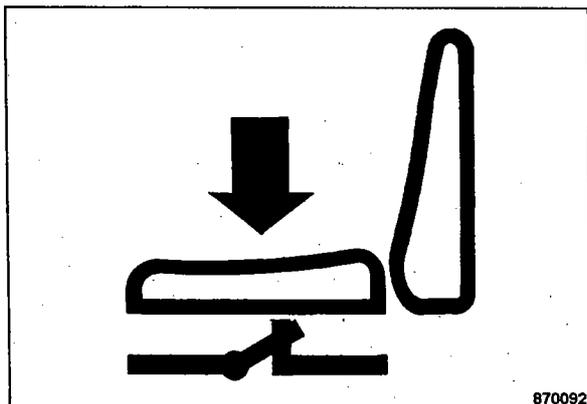

Fig. 31
- El motor se debe arrancar siempre desde el asiento de conductor con contacto de asiento (Fig. 31).